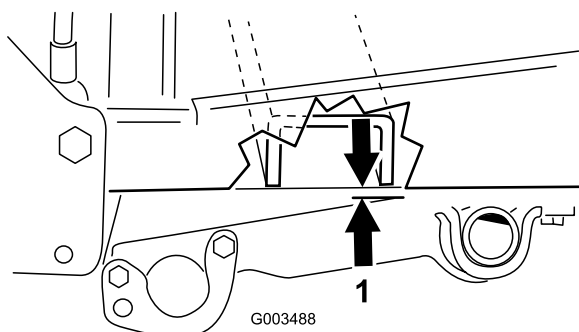

Рисунок 18
- B. Поворачивайте шаровую опору, показанную на рис. 18, так, чтобы изменить длину тяги следующим образом: